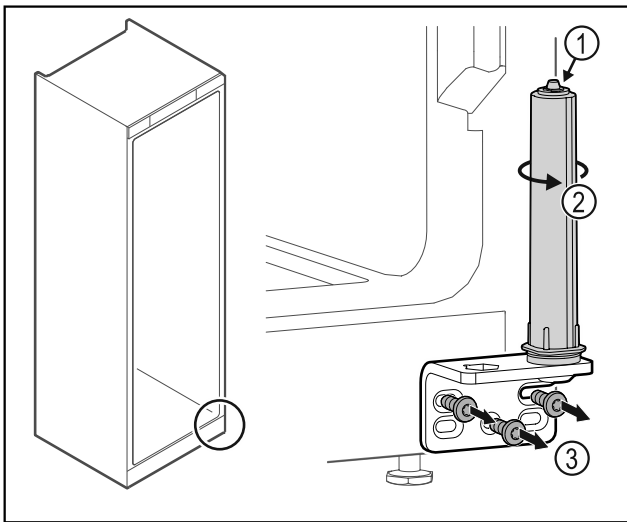

Fig. 32
- Deursluitsysteem niet uit elkaar halen Fig. 32 (1).
- ▶ Sluitsysteem Fig. 32 (2) draaien tot het klikt.
- ▶ Scharnierhoek Fig. 32 (3) losschroeven.